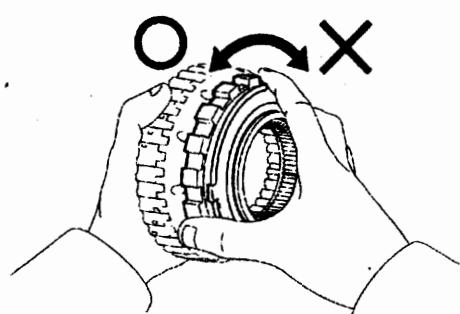

图 12-1-34
(41) 检查单向离合器总成。如图 12-1-34 所示，将单向离合器总成装到单向离合器内圈上，固定住单向离合器内圈，转动单向离合器总成。单向离合器总成应逆时针转动自如，顺时针不能转动。从单向离合器内圈上拆下单向离合器总成。